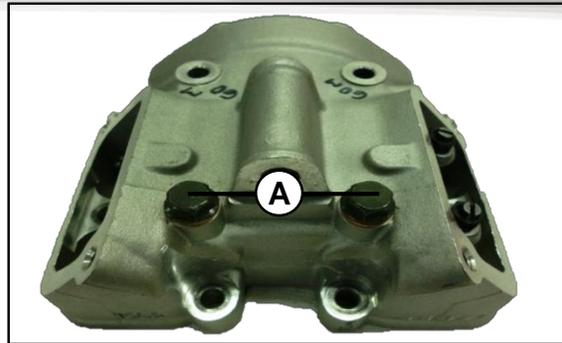

Fig. 11
Retiramos los dos tornillos (A) que sujetan los balancines. **Fig. 11**